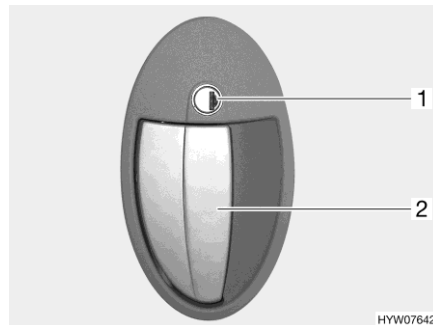

Fig. 50 Serrure de la porte (porte cellule à l'extérieur)
- Insérer la clé dans le barillet (Fig. 50,1) et la tourner dans le sens des aiguilles d'une montre jusqu'à ce que la serrure de la porte soit déverrouillée.
- Tirer sur la poignée de la porte (Fig. 50,2). La porte est ouverte.
- Insérer la clé dans le barillet (Fig. 50,1) et la tourner dans le sens inverse des aiguilles d'une montre jusqu'à ce que la serrure de la porte soit verrouillée.